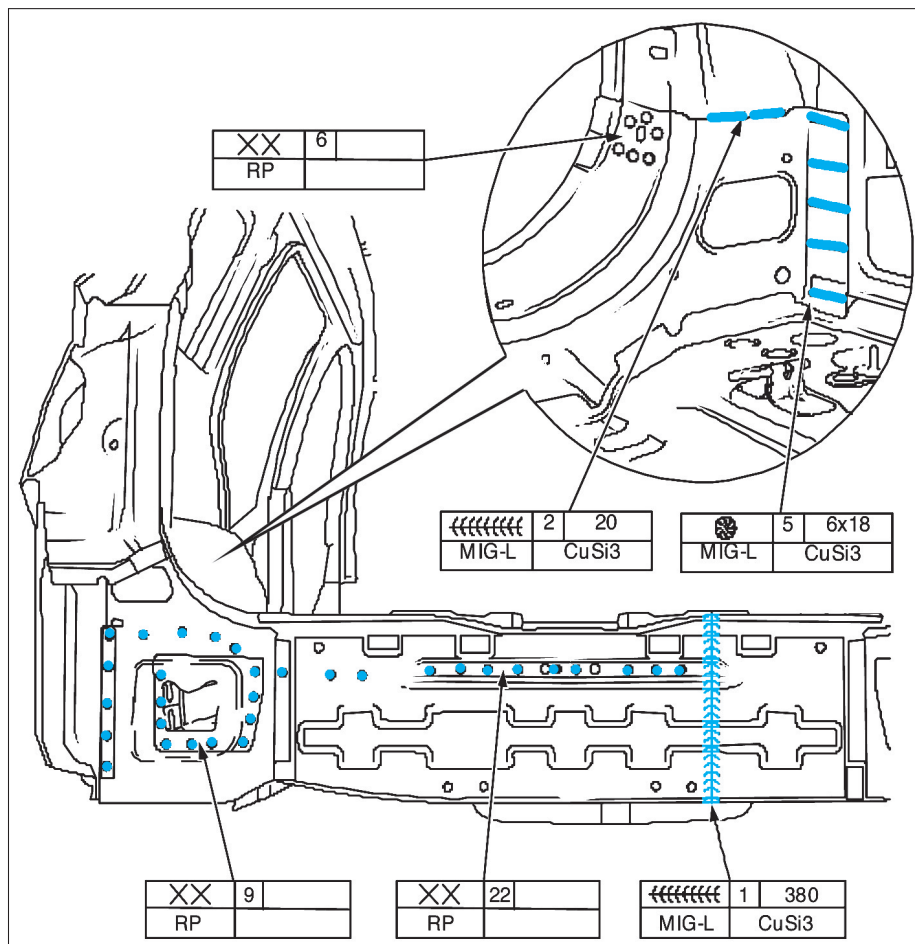

FIG. 110
- Percer 5 trous oblongs de 6x18 mm sur le nouveau panneau intérieur (voir soudures fig. 110).
- Solder le panneau arrière intérieur (fig. 110).